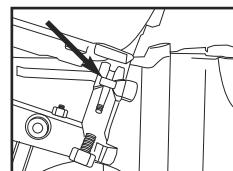

Figure 1
1. **Ouvrir la cartouche :** Abaissez le loquet de la porte et faites pivoter la porte/cartouche vers l'extérieur. (Voir Figure 1)